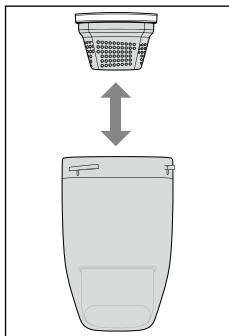

Fig. 8
3. Prendere il filtro della polvere **5** con il pollice e l'indice ed estrarlo insieme all'alloggiamento filtro **4** dal contenitore di raccolta dello sporco **3** (vedere fig. 8).
5. Reinserire il filtro della polvere **5** con l'alloggiamento filtro **4** nel contenitore di raccolta dello sporco **3** (vedere fig. 8).